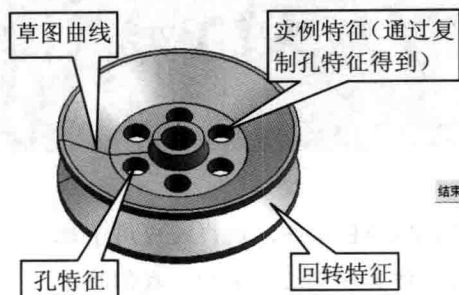

图 1-1 利用特征创建零件模型
- **基于特征的建模方法:** UG 将一些具有代表性的几何形状定义为“特征”,比如拉伸、回转、孔、实例、抽壳等特征。用户可以按照一定的顺序将若干特征进行“叠加”,以此创建模型。例如,图 1-1 所示的模型由回转特征、孔特征、实例特征共同构成。